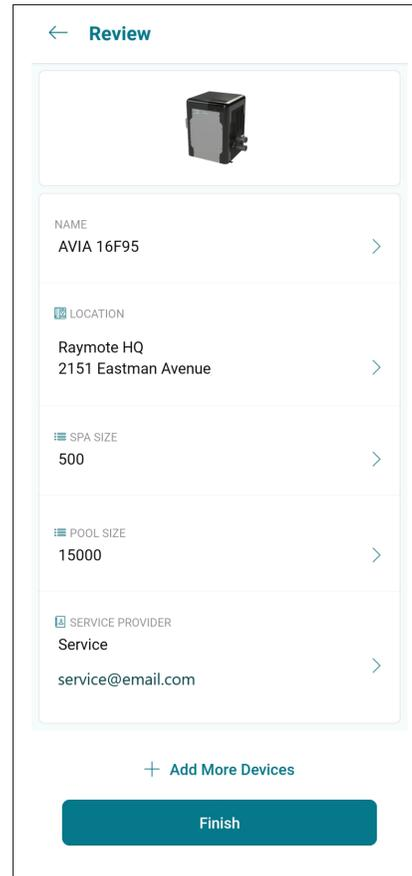

Figure 97. Revue de configuration
3. Pour configurer l'appareil, entrez les données signalétiques de l'appareil, puis le nom de l'installateur, l'emplacement d'installation, puis le volume de la piscine et du spa, voir **Figure 97**.